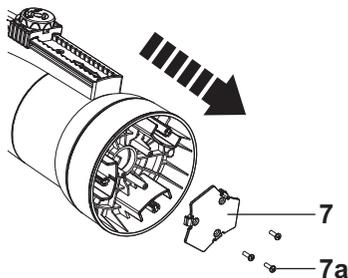

Fig. 9
Déposer la plaque de base (7) en desserrant les vis (7a) avec un tournevis adéquat (Fig. 9).